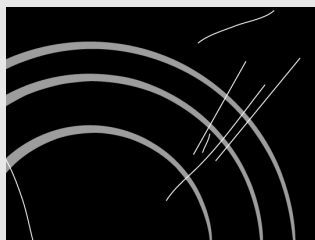

рис. 1
**Каждый раз перед использованием** протирайте с варочной поверхности и дна посуды пыль и грязь, которые могут поцарапать поверхность (рис. 1).
**Для очистки варочной поверхности нельзя использовать агрессивные чистящие спреи и неподходящие жидкие чистящие средства (рис. 1 и 2).**